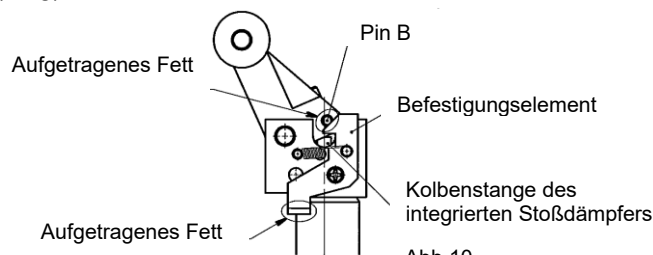

Abb.10
- ⑧ Bitte entfernen Sie nicht das Fett, das auf Pin B und die Befestigungselemente der Verriegelungseinheit am End-Kipphebel aufgetragen wurde. Wenn der Zylinder ohne Fett betrieben wird, kann der Verriegelungs- und/oder Entriegelungsvorgang aufgrund von übermäßigem Verschleiß an Pin B und am Zylinderkopf nicht richtig funktionieren. Kontrollieren Sie regelmäßig die ausreichende Schmierung und tragen Sie ggf. neues Fett auf. (Siehe Abb. 10)